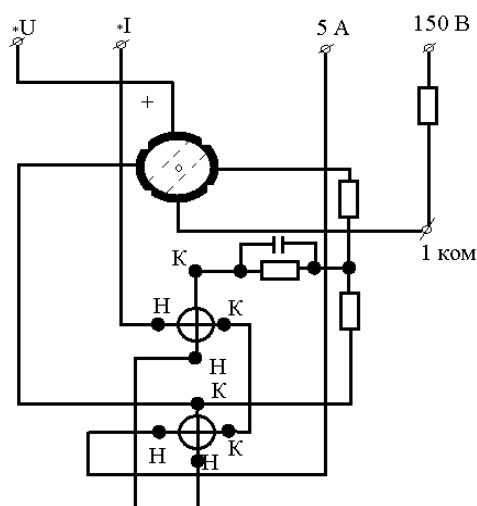

Рис. 1
2. Определить цену деления астатического ваттметра (рис. 1), шкала которого разбита на  $150$  делений, а параллельная обмотка рассчитана на  $30$  ма, если напряжение подведено: а) к зажиму  $150$  В; б) к зажиму  $1$  ком.